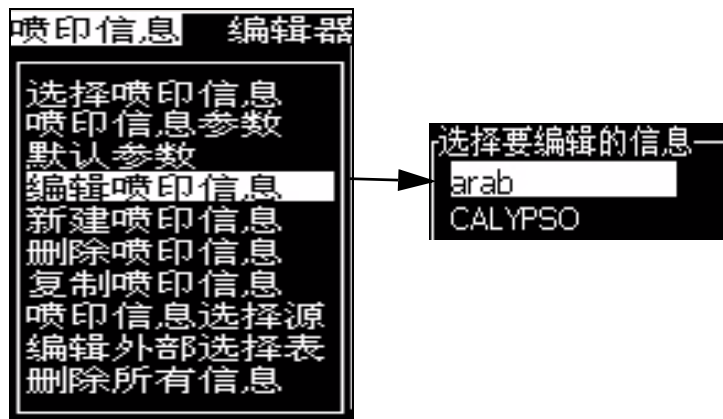

图 5-21: 编辑信息选项
- 2 选择 *Edit Message (编辑信息)*。即会出现 *Select Message To Edit (选择要编辑的信息)* 对话框。请参阅图 5-21。